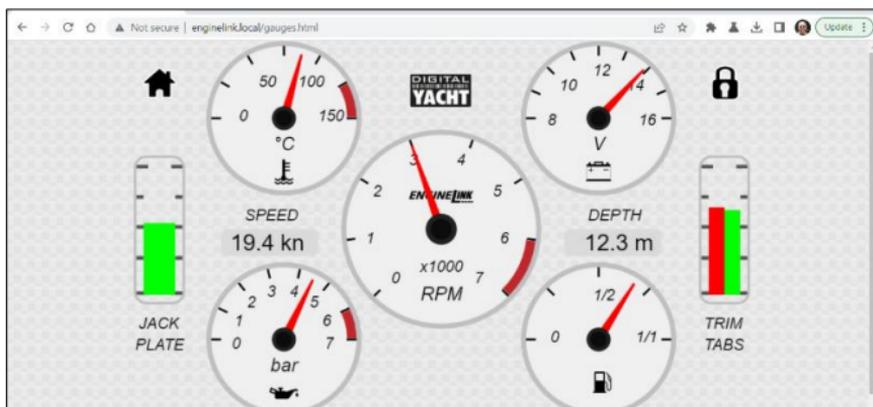

Imagen 2
- En la página de inicio, haga clic en el botón “Gauges” y aparecerá esta página (Imagen 2).